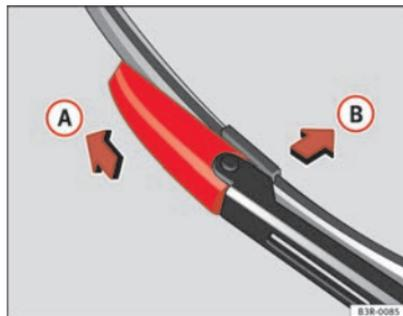

Fig. 170 Retrait du balai
- Poussez le dispositif de verrouillage du balai d'essuie-glace dans le sens de la flèche ⇒ fig. 170 (A). Pour ce faire, maintenez le balai d'essuie-glace.
- Retirez le balai d'essuie-glace (B) hors de la fixation sur le bras d'essuie-glace.